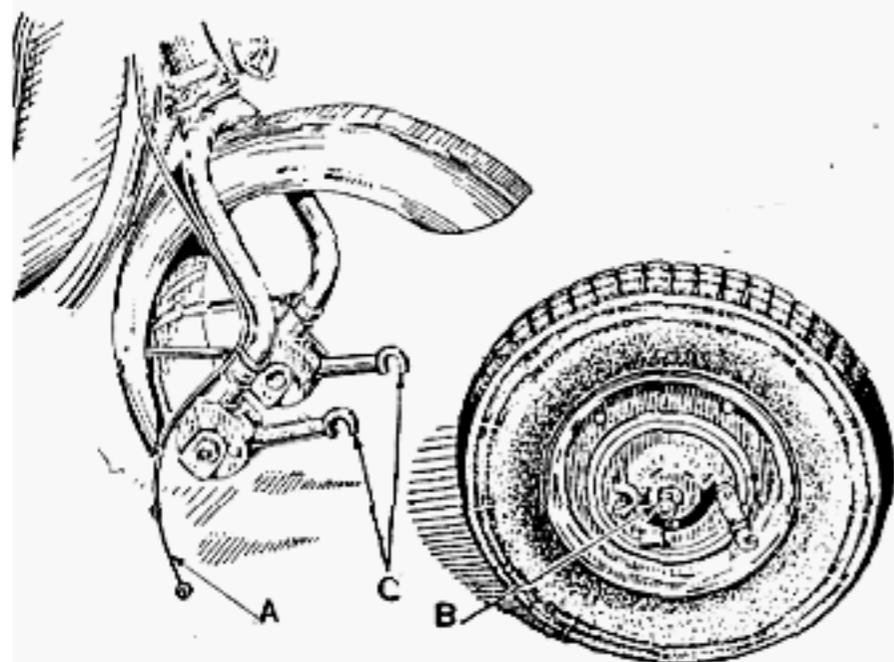

Fig. 5
Per smontare la ruota anteriore (fig. 5) staccare da essa il cavo comando freno (A) dopo avere allentato gli appositi registri posti sulla leva destra del manubrio, indi svitare i due dadi laterali (B) che la bloccano alle levette oscillanti (C) e spostare le rondelle sotto i dadi, incassate nelle levette stesse.